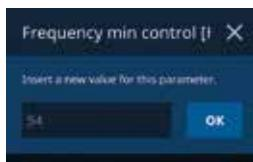

Figura 18 - Parâmetro *Frequency min control*
9. No parâmetro *Frequency min control*, insira o valor da frequência desejada, o qual deverá ser ligeiramente maior que a frequência de referência em Hz e pressione *OK*, conforme Figura 18. Exemplo: A frequência sem demanda de água estabiliza-se em 42.5Hz (frequência de referência), a frequência a ser ajustada para o modo repouso (*Frequency min control*) é 43Hz.